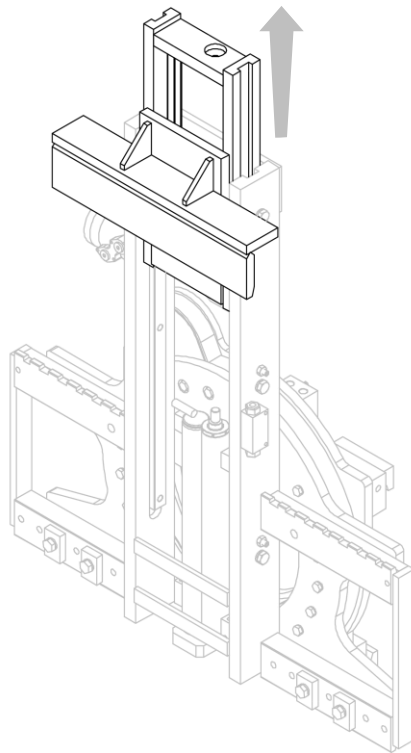

Figura 24
3. Rimuovere la struttura mobile (vedi *Figura 24*).